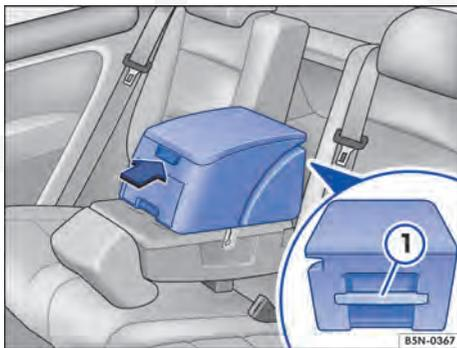

Fig. 122 No descanso-braço central traseiro: caixa multifunções.
Para *remover*, fechar a tampa e o porta-copos. Puxar para cima o botão de destravamento debaixo do manípulo de transporte ⇒ Fig. 122 ① e remover a caixa multifunções para cima.
Para *abriu*, pressionar o botão ⇒ Fig. 122 no sentido da seta e rebater a tampa para cima.